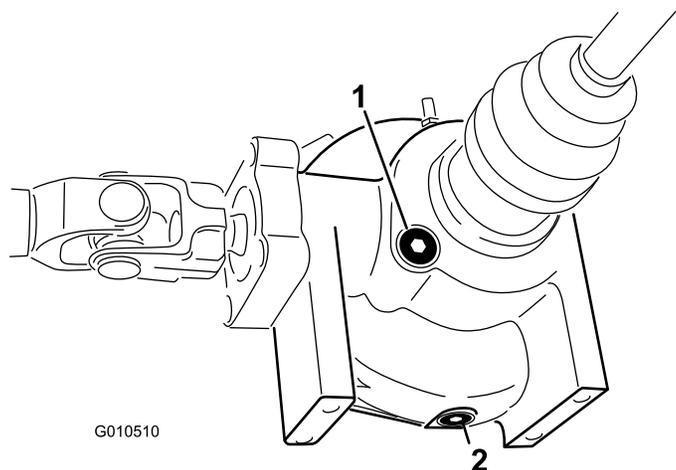

図 22
2. デファレンシャルの側面についている補給・点検プラグの周囲をきれいに拭く(図 22)。